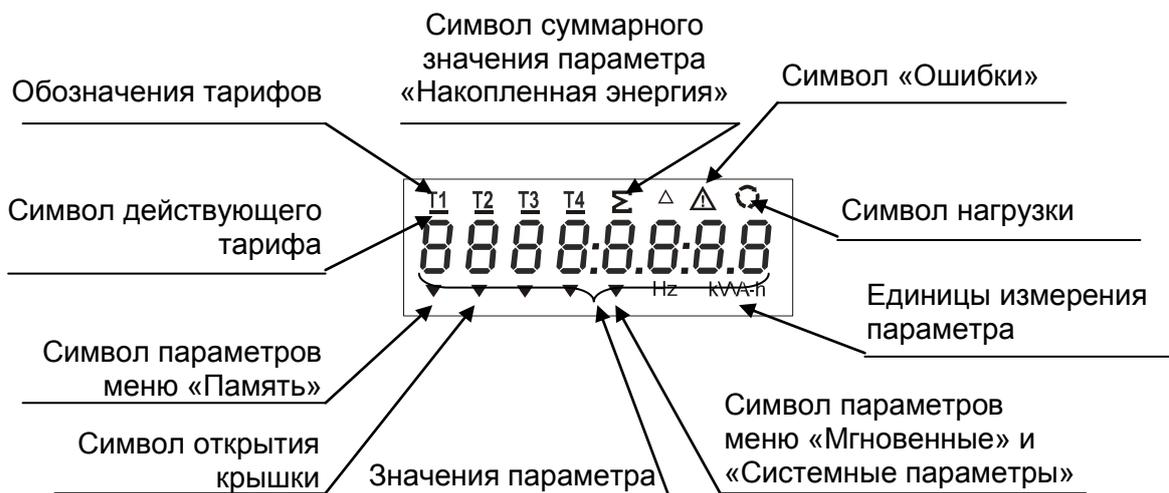

Рисунок 3.1 – Внешний вид дисплея счетчиков модификаций «Гран-Электро СС-101-XXXS(B)» со всеми включенными сегментами
3.5.12 Индикаторы меню «Память» (ПАМ) и «Мгновенные и системные параметры» (ИНФО) рисунок 3.1 используются при выводе на дисплей параметров, входящих в дополнительные меню индикации. Названия дополнительных меню индикации «ПАМ» и «ИНФО» нанесены на шильдике счетчика под соответствующими сегментами индикатора.